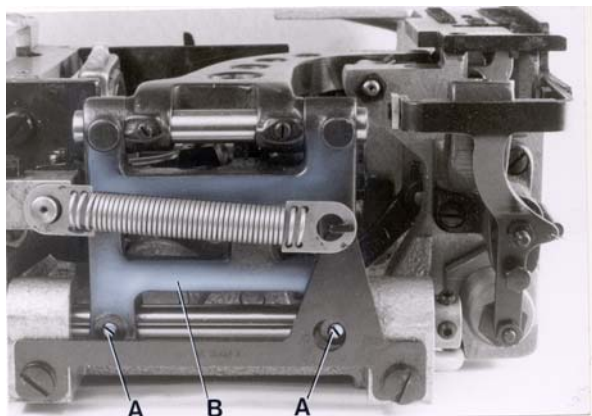

Fig. 7
After loosening screws (A, Fig. 7) rear in the feed rocker (B), the feed bar with feed dog can be moved laterally to center the feed dog in the throat plate slots, if required. Retighten screws (A).
Después de haber soltado los tornillos (A, Fig. 7) en el marco del transportador (B), la barra de alimentación con el alimentador puede ser movido lateralmente para centrar el alimentador en las ranuras de la placa de la aguja, si haga falta. Apriete los tornillos (A).